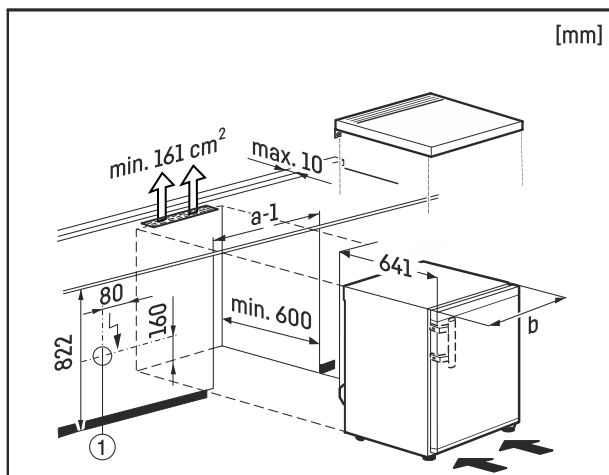

Fig. 8
Kištukinis lizdas Fig. 8 (1) turi būti įrengtas už galinės prietaiso pusės ir lengvai pasiekiamas.